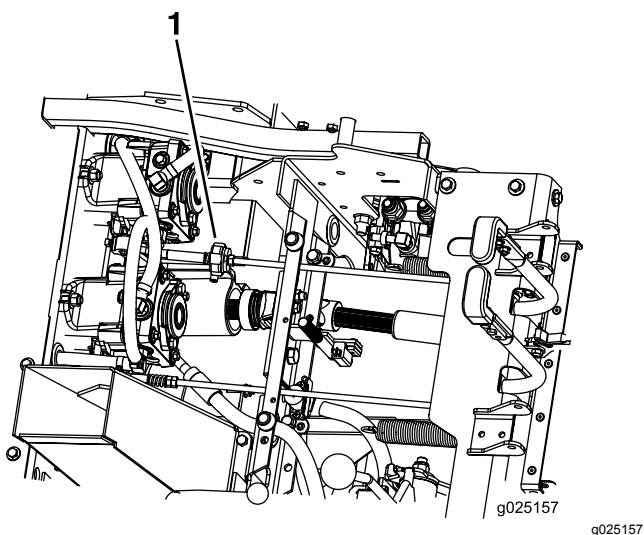

Figure 42
6. Vérifiez que la machine ne se déplace pas au point mort quand le frein de stationnement est desserré (Figure 42).